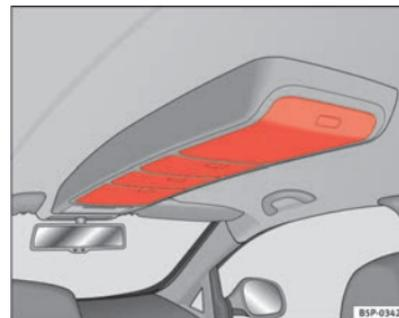

Fig. 106 Porta-objetos no tejadilho
- Para abrir estes compartimentos, pressionar o botão da tampa ⇒ fig. 106. A tampa abre-se automaticamente.